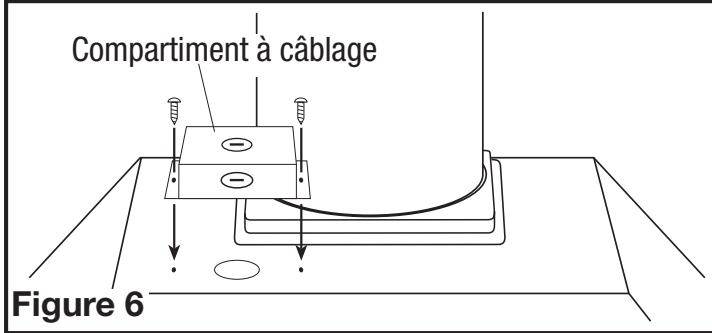

Figure 6
- Fixez le compartiment de câblage à l'unité de puissance avec deux des vis #6 à tête époutée comprises (Figure 6).